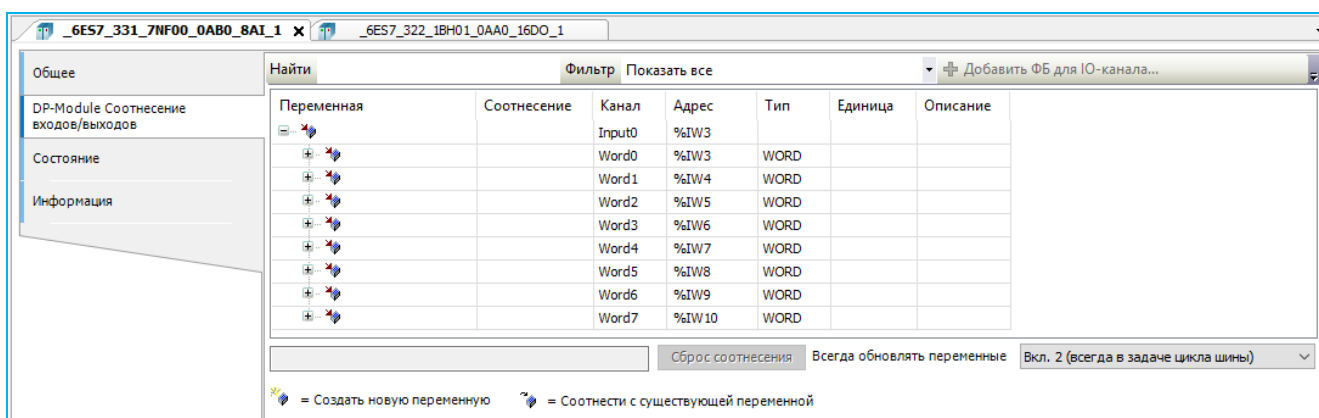

Рисунок 28 – Вкладка соотнесения входов/выходов ведомого устройства
- для ведомого устройства (Рисунок 28):